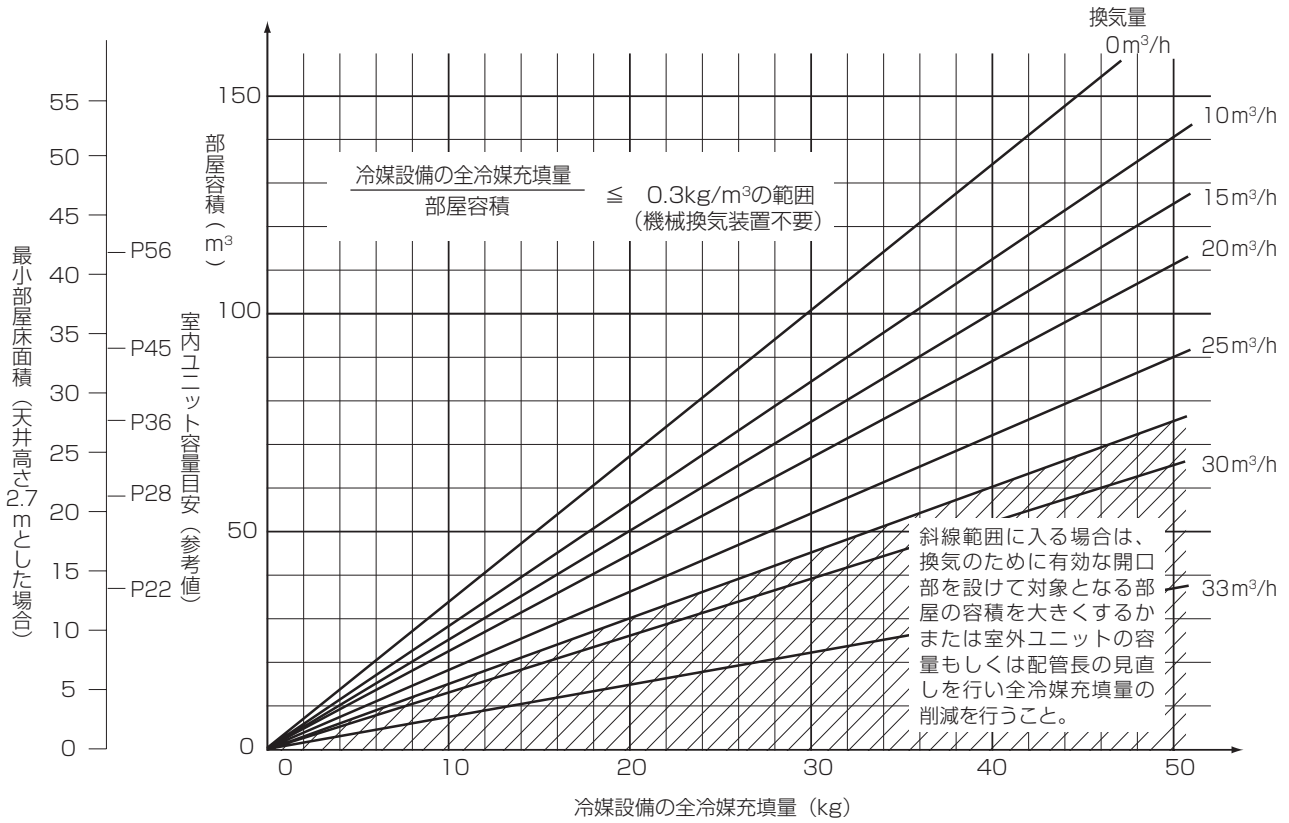
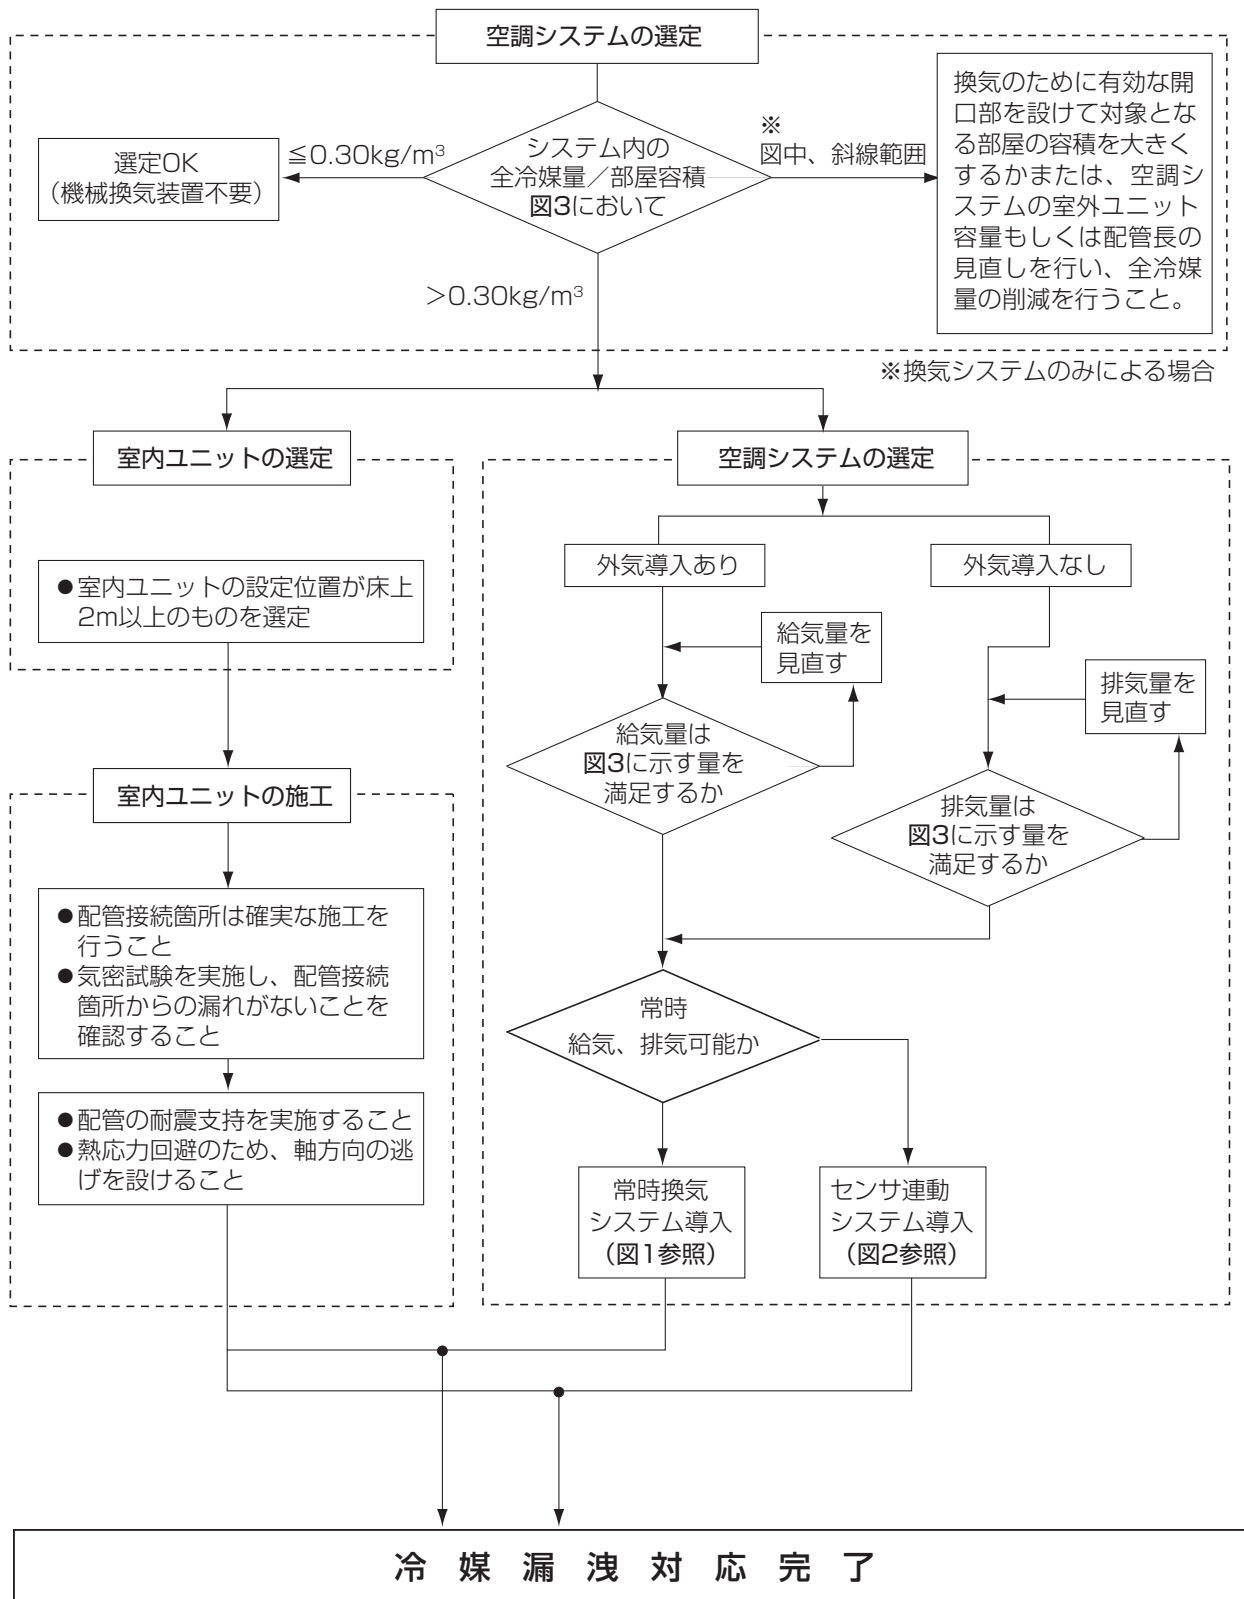

図3 換気量によるシステムの選定
図4 冷媒漏洩対応フローチャート
換気量は対象冷媒設備の全冷媒充填量と部屋容積によって図 3 に示す量以上としてください。
- (a) 換気システムを設置する場合でも万一の換気システムの故障を考え、図 3 の斜線で示す範囲は選定しないようにしてください。この範囲に入る場合は原則的に、**対応 1** **対応 2** に示すように換気のために有効な開口部を設けて対象となる部屋の容積を大きくするかまたは、室外ユニット容量もしくは配管長の見直しを行い全冷媒量の削減を行ってください。
- (b) 換気システムを設置した場合で図 3 の斜線で示す範囲に入り、**対応 1** **対応 2** がとれない場合は、換気システムとは別の独立した安全確保のための手段を設けてください。具体的には冷媒漏洩時のセンサによって作動する冷媒遮断弁や在室者の危険を知らせる確実な警報システムの併設です。この場合センサは上記換気システム作動用のセンサとは別にしてください。図 4 に冷媒遮断弁併設の場合を示します。
**対応 3** の場合のフローチャートを図 4 に示します。